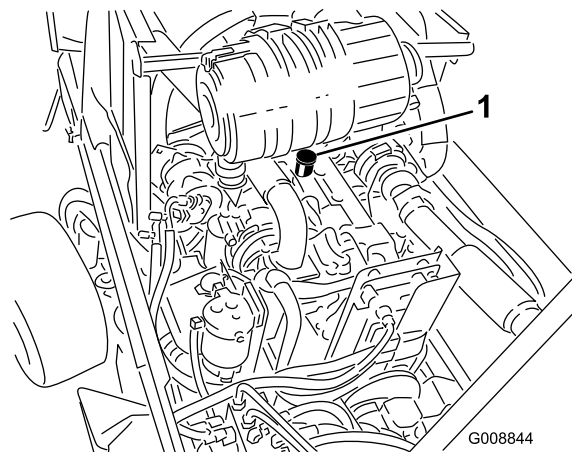

Рисунок 62
3. Если масло ниже метки "Low" ("Низкий уровень"), снимите крышку маслозаливной горловины (Рисунок 62) и добавляйте масло до тех пор, пока его уровень не достигнет метки "Full" ("Заполнено"). **Не допускайте переполнения.**